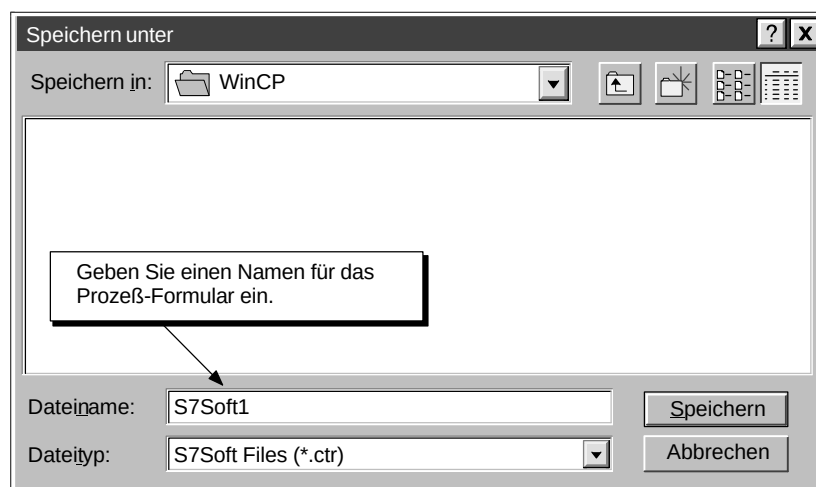

Bild 8-6 Speichern eines Prozeß-Formulars in SIMATIC Computing
1. Wählen Sie den Menübefehl **Datei > Speichern unter**. Daraufhin wird das Dialogfeld "Speichern unter" angezeigt (siehe Bild 8-6).